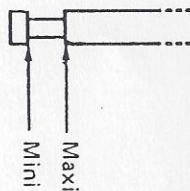

Fig 1 Jauge à huile
- Verser l'huile jusqu'au Maxi (Voir Fig. 1 et 2).